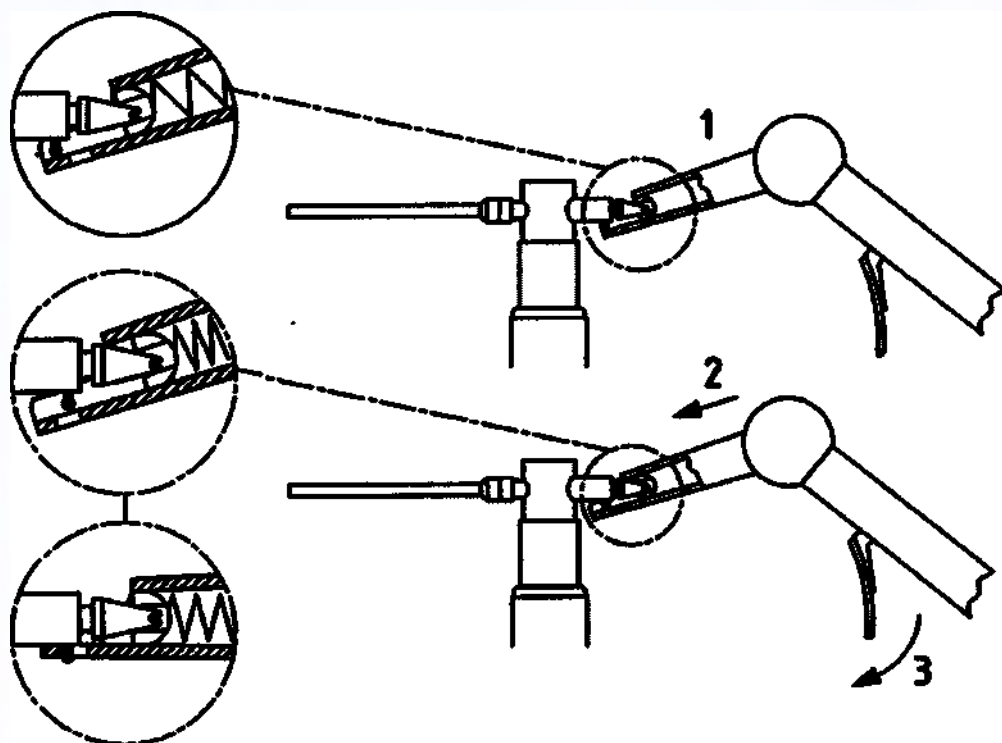
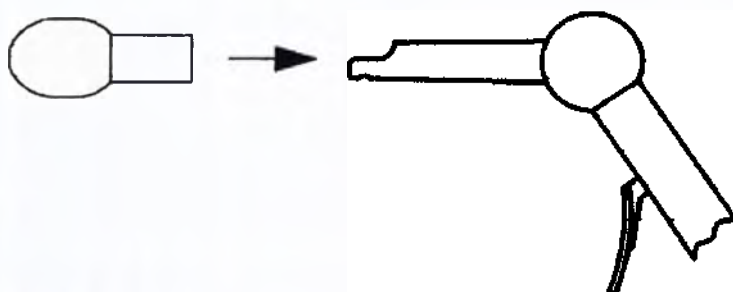

Рис. 5 Бутылки с распыляемым веществом можно зафиксировать на ручке, просто наклонив ручку по направлению к бутылке.
Рис. 6
Для распыления (рис. 5) и манипуляций по Политцеру (Рис. 6) можно использовать ручку точной регулировки блока сжатого воздуха. С помощью клапана регулировки давления (рис. 1 (32)) можно постепенно изменять давление от 0,1 до 4 бар. Регулярно проверяйте текущее давление воздуха на манометре (рис. 1 (37))
Чтобы прикрепить бутылку с распыляемым веществом (рис. 5) к ручке, соединительный элемент нужно нагнуть вниз под углом примерно в 30° и зацепить его за ручку. Во избежание засорения канюли в течение дня систему следует регулярно промывать чистой водой.
Для простоты узнавания бутылки (рис.5) снабжены цветными кольцами. Канюля и спрей-головка с выгравированными кольцами предназначены для распыления жидкостей тонкими струйками.
Если бутылку с распыляемым веществом (рис.5) упала на пол или испытала механический удар, то ее больше нельзя использовать, даже если на стекле нет видимых повреждений! Опасность взрыва!
Оливу Политцера можно натянуть на ручку распылителя (рис. 6). Перед началом обследования проверьте, чтобы олива крепко держалась на ручке. Давление должно быть ограничено с помощью регулирующего клапана (рис. 1 (32)) во избежание повреждения барабанной перепонки. Регулярно проверяйте текущее давление воздуха на манометре (рис. 1 (37))